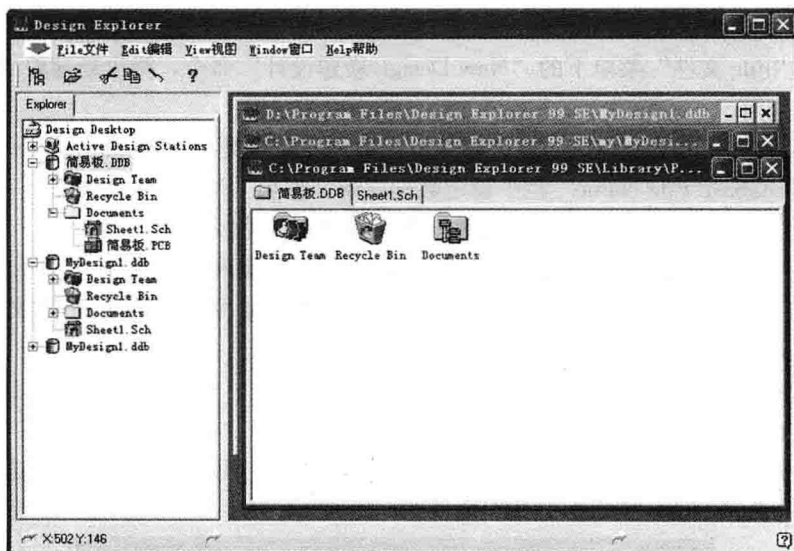

图 1-19 窗口层叠排列
(2) 窗口层叠显示。执行“Windows 窗口”菜单下的“Cascade 级联”命令，窗口以层叠形式排列，如图 1-19 所示。